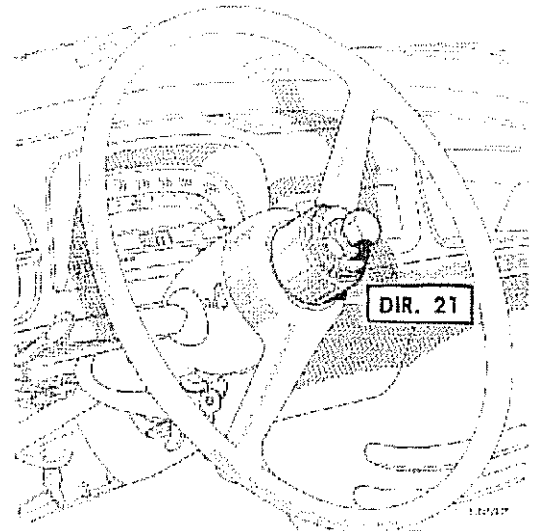

Fig. 317
- 2) Sacar las chavetas de los tornillos de fijación del manchón de acople a la brida de arrastre, quitar los tornillos (1), el manchón de acople (2), con su arandela correspondiente (3).
- 3) Quitar el volante de dirección. Para ello, desmontar la placa de adorno de la parte central del volante, quitar la tuerca de sujeción (16) y retirar el volante de dirección, empleando el extractor DIR. 21 (Fig. 317).
Para reemplazar los bujes de centrado (11), no es necesario retirar el árbol de mando (5), ya que el soporte (7) puede retirarse fácilmente hacia el interior del vehículo (Fig. 317).